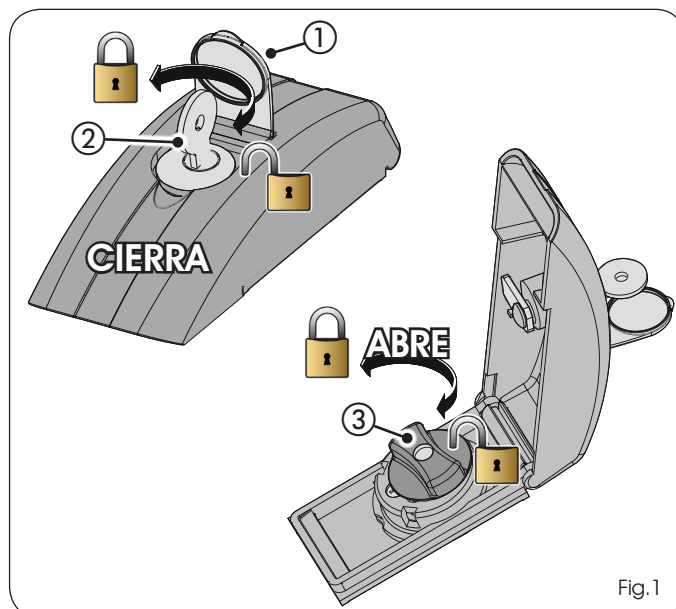

Fig.1
- 1) Levante la tapa de protección (Fig.1, ref. ①) e introduzca la llave específica suministrada en la cerradura (Fig.1, ref. ②).
- 3) Gire la rueda de desbloqueo (Fig.1, ref. ③) hacia la izquierda, hasta el bloque.